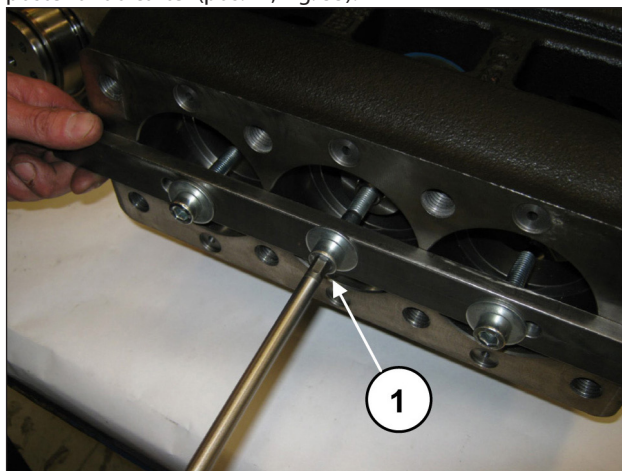
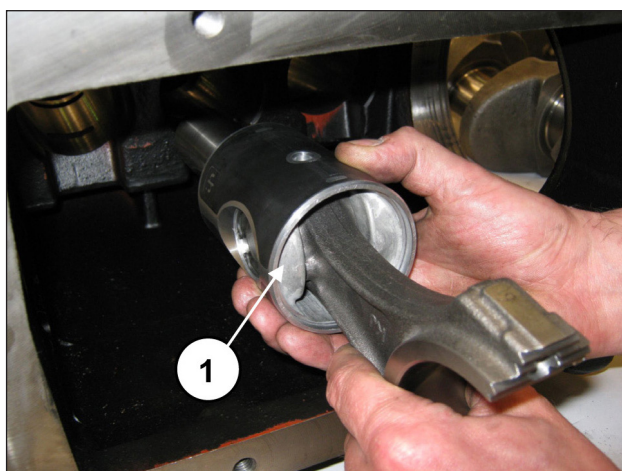
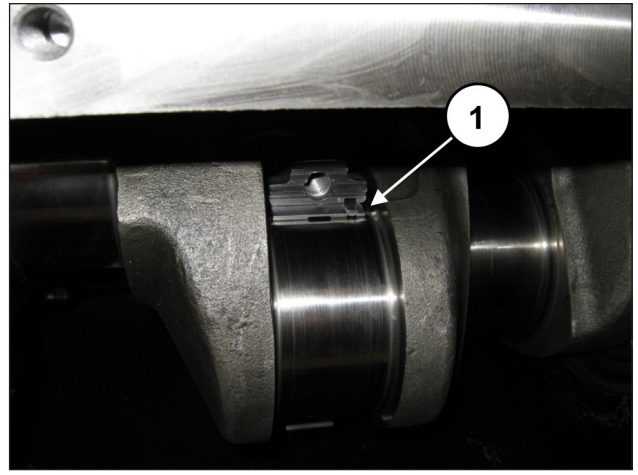

Fig. 32
Fig. 33
Fig. 65
No caso de ser necessário, substitua uma ou mais hastes ou guias do pistão, procedendo conforme a seguir: Prossiga com o desapertar dos parafusos da ferramenta, cód. 27566200, para desbloquear as hastes (pos. ①, Fig. 32) e, em seguida, extraia os grupos da haste-guia do pistão da abertura posterior do carter (pos. ①, Fig. 33).
Depois de ter verificado a limpeza correta do carter, insira o grupo da semi-haste-guia do pistão no interior das varas do carter (pos. ①, Fig. 33).
Bloquee os três grupos da ferramenta adequada, cód. 27566200 (pos. ①, Fig. 32).
Remova a ferramenta para o bloqueio da haste, cód. 27566200 (pos. ①, Fig. 32). Insira os semi-rolamentos superiores entre a haste e o eixo (pos. ①, Fig. 65).